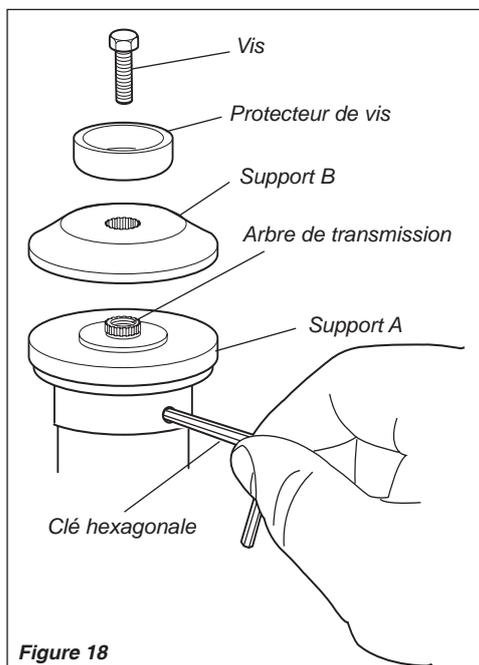

Figure 18
1. Mettre l'orifice du support de lame A au même niveau que l'orifice de la bride du boîtier réducteur correspondant et bloquer temporairement l'arbre de sortie en insérant une clé hexagonale dans les deux orifices. Voir la figure 18.